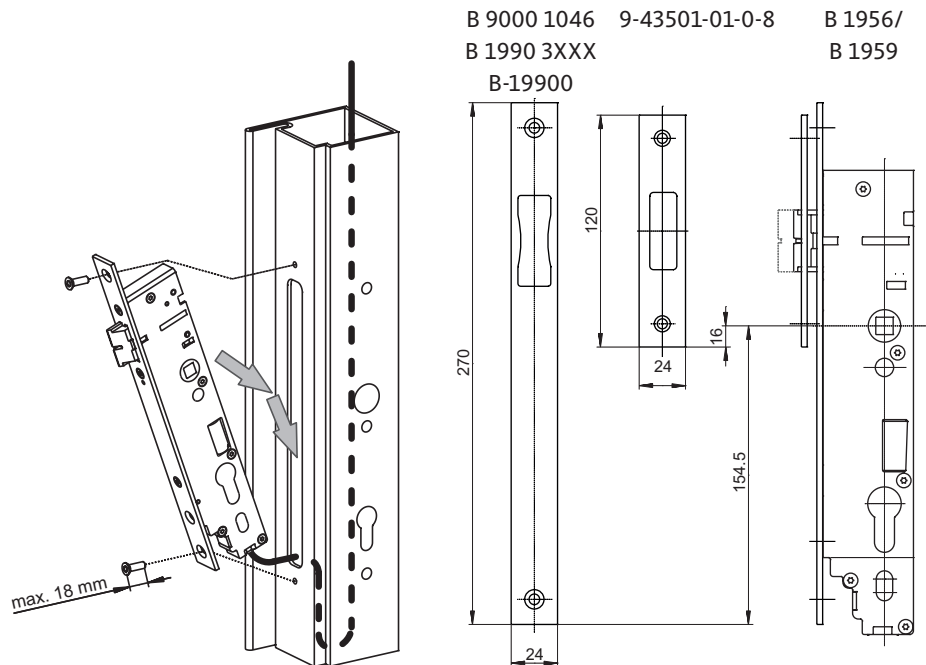

Fig. 4 : Montage
- Introduire la serrure en diagonale par le haut dans la mortaise et enfoncer le câble dans le profilé (voir Fig. 4).